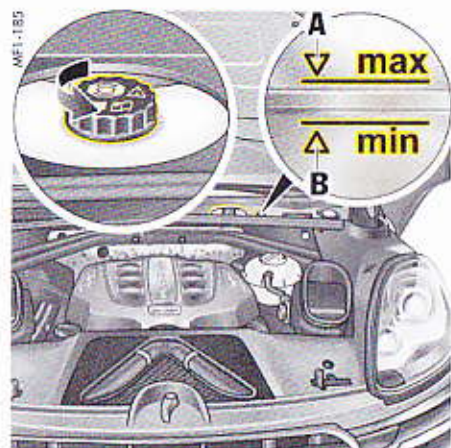

Fig. 152 : Réservoir de liquide de frein
- ▶ Relevez le niveau de liquide de frein sur le réservoir de liquide de frein (Fig. 152). Le niveau du liquide doit toujours se trouver entre les repères min et max.